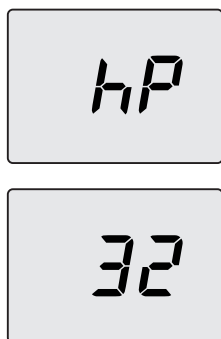

Figura 9.12
- Pulse simultáneamente los botones 13 y 14 (Figura 9.9) hasta que aparezcan en el display LCD las letras **hP** que se alternan con el valor de temperatura mínimo del agua de calefacción (ej.32), indicando que se ha entrado en la activación de la "función deshollinador" a la potencia mínima en calefacción (Figura 9.12).